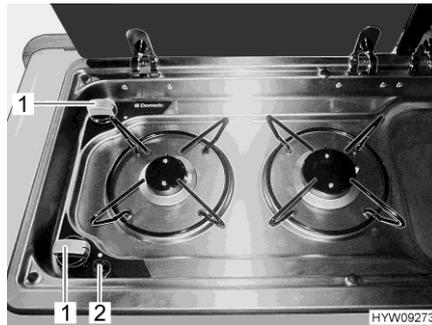

Fig. 61 Réchaud à gaz
- Tourner le bouton tournant (Fig. 61,1) du brûleur désiré en position d'allumage (grande flamme).
- Presser le bouton-poussoir (Fig. 61,2). Une étincelle d'allumage est générée sur le brûleur. Appuyer plusieurs fois sur le bouton-poussoir si nécessaire.